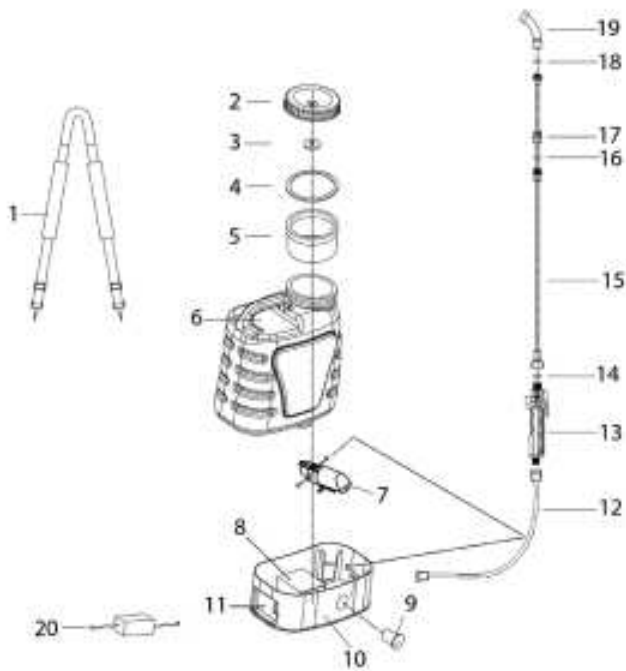
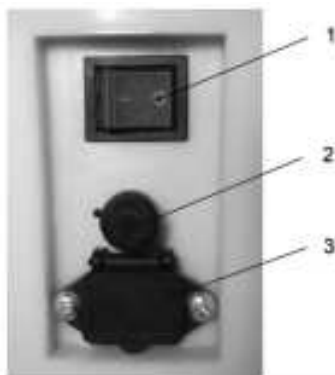

Рис. 1 Основные узлы и органы управления
Рис. 2 Панель управления
Распылитель аккумуляторный поступает практически в собранном состоянии. Для окончательной сборки необходимо извлечь распылитель из коробки, закрепить плечевые ремни, в соответствии с Рис. 1 подключить шланг, установить рукоятку управления, телескопическую трубку и необходимую форсунку (Рис. 3).
7. Приготовить требуемый раствор и залить жидкость в бак опрыскивателя через фильтр 5 заливной горловины (Рис. 1).
Для зарядки аккумулятора вставьте штекер зарядного устройства в разъем 3 (Рис. 2) на панели управления опрыскивателя. Затем вставьте вилку зарядного устройства в розетку электрической сети 230В/50Гц.
2. Для опрыскивания только с максимальным давлением переведите электрический выключатель 1 (Рис. 2) положение «I», нажмите на рычаг управления клапаном подачи на рукоятке управления 13 (Рис. 1) и начните опрыскивание. Если отпустить рычаг опрыскиватель выключится автоматически.
3. Для установки требуемого давления (от минимального до максимального) переведите электрический выключатель 1 в положение «O», затем нажмите на рычаг управления клапаном подачи на рукоятке управления. Поверните регулятор давления 2 (Рис. 2) по часовой стрелке и, вращая регулятор, установите требуемое давление. Отпустите рычаг управления клапаном подачи, опрыскиватель автоматически выключится.
4. Переведите электрический выключатель 1 (Рис. 2) в положение «I».
6. Для опрыскивания нажмите на рычаг управления клапаном подачи на рукоятке управления 13 (Рис. 1).
7. Заряд аккумулятора контролируйте по индикатору 9 (Рис. 1).